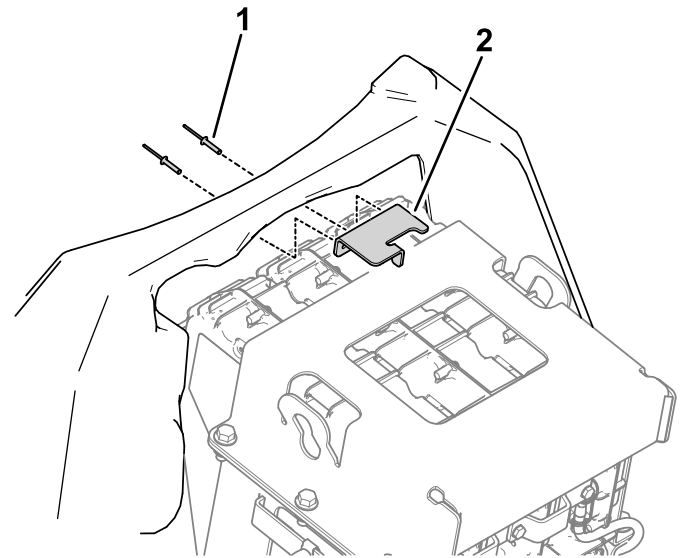

**Bild 52**
3. Verwenden Sie die Kontermutter der Verriegelung, das Distanzstück und die Riegelplatte, um die Verriegelung an der Haube zu befestigen (Bild 52).